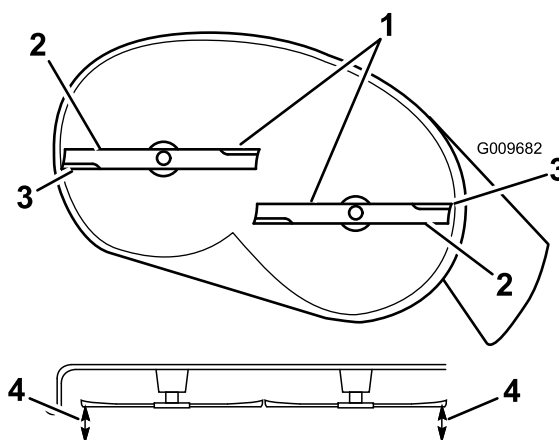
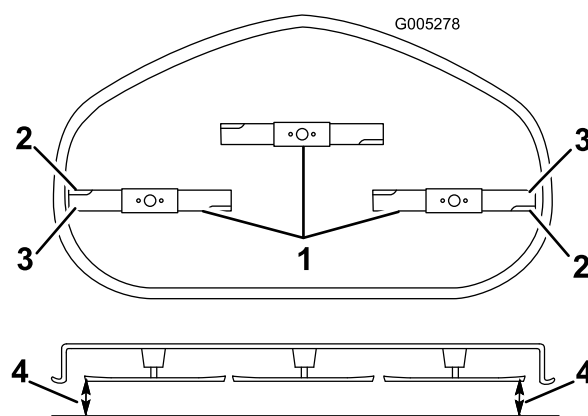

Figura 64
Figura 65
4. Gire cuidadosamente las cuchillas hasta que estén todas orientadas lateralmente (Figura 64 y Figura 65).
5. Mida entre los filos de corte exteriores y la superficie plana (Figura 64 y Figura 65).